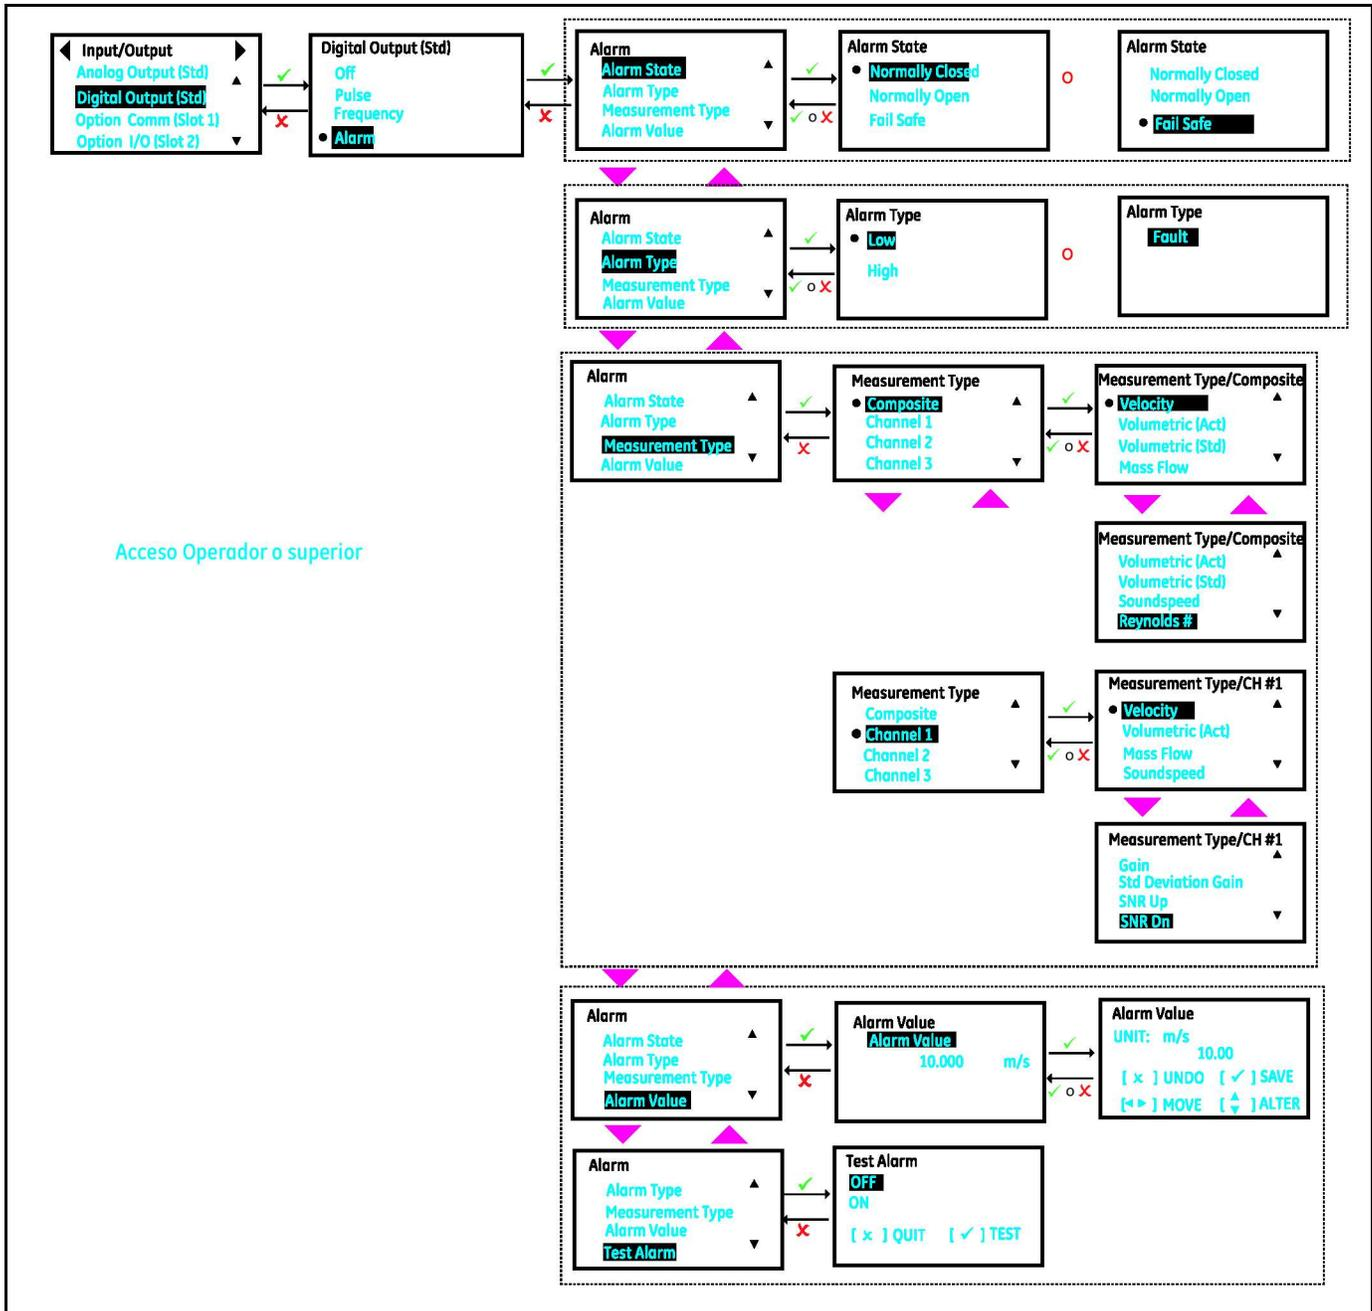

Figura 60: Configuración de la salida de alarma
2. Seleccione las opciones **[Alarm State]**, **[Alarm type]**, **[Measurement]** y **[Alarm Value]** según corresponda a sus necesidades. La Figura 60 muestra las opciones disponibles. Consulte también la Tabla 13 para comprender cada una de las opciones.